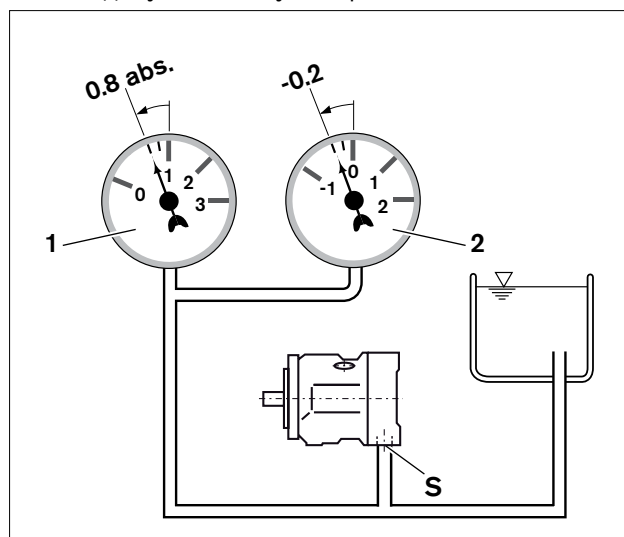

Рис. 6. Давление всасывания
- Убедитесь, что для аксиально-поршневого насоса во всех монтажных положениях во время эксплуатации обеспечивается минимальное абсолютное значение давления всасывания 0,8 бар в точке подключения **S** (см. рис. 6). Другие значения давления см. в техническом паспорте.